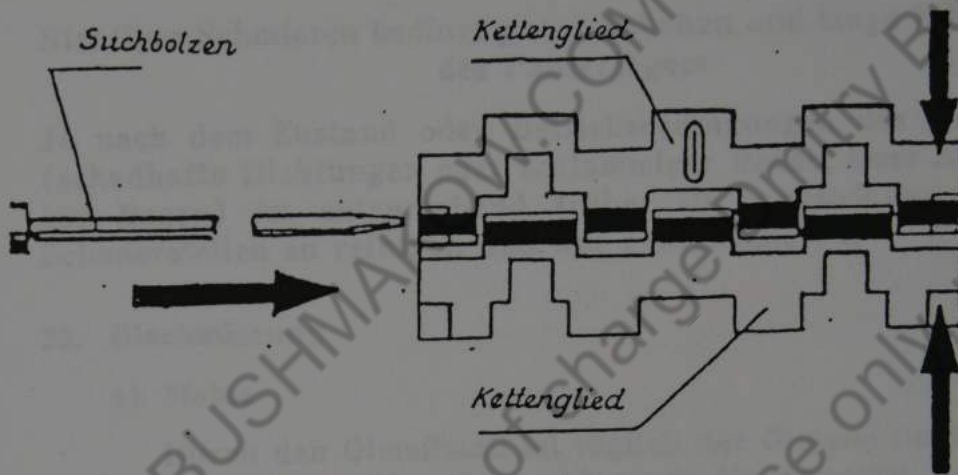

Bild 44 Kettengliedwechsel
4. Beschädigte Kettenglieder austauschen, Bild 44. (Zwei Kettenbolzen wie unter 3. austreiben. Mit angesetztem Kettenspanner, in dem die Brechstange durch Einsetzen eines zweiten Kettenbolzens in ihrer Lage gehalten werden kann, das beschädigte Glied aus der Kette herausnehmen. Neues Glied einbauen. Beide Kettenbolzen wieder einschlagen und sichern. Kettenschließer abnehmen.)